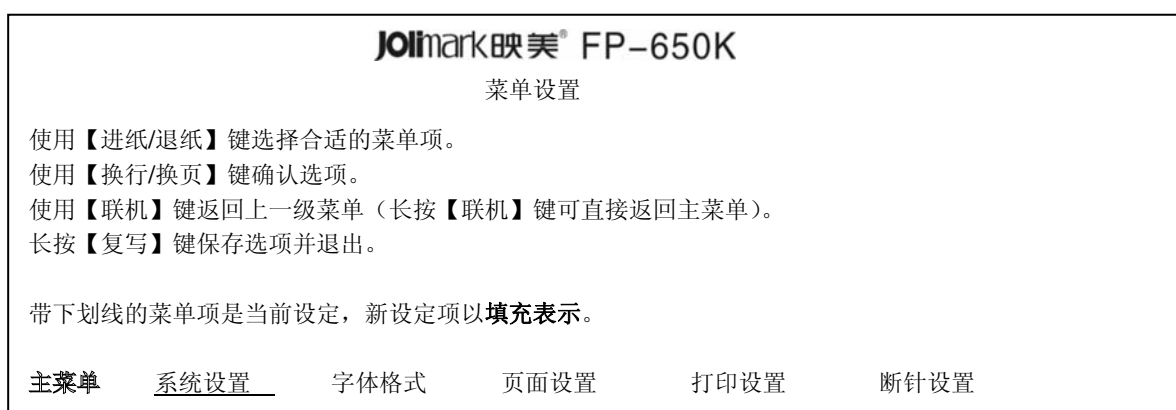

图 4-4 进入菜单设定打印示例
- 首先打印出标题和第一个菜单（如图 4-4 所示）。带下划线的选项是当前的默认选项。打印头就停留在当前默认选项下方。